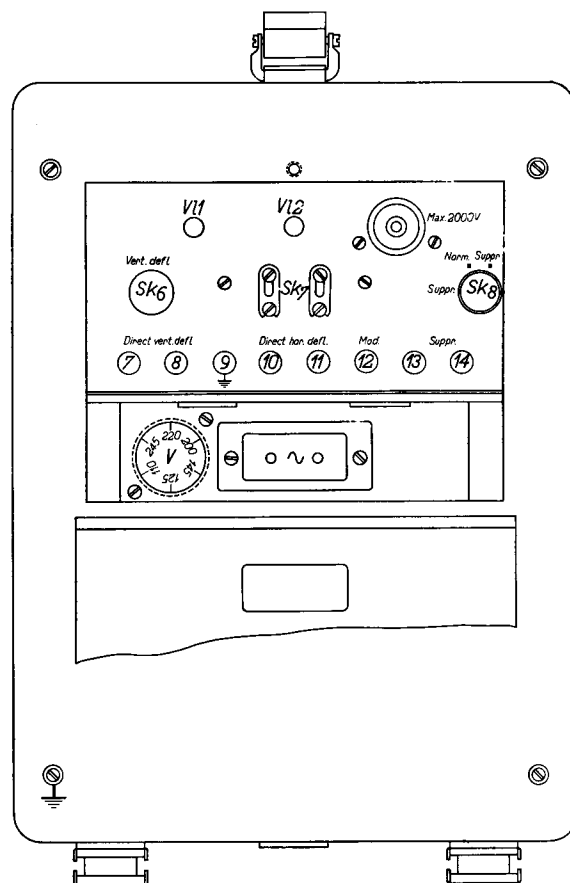

Fig. 9. Rückansicht (Klappe geöffnet)
**Erde** - Die grosse Rändelmutter „ $\frac{1}{2}$ “ (Fig. 9), an der Rückseite, ist mit einer zuverlässigen Erdleitung zu verbinden. Erst danach darf die Verbindung mit dem Netz erfolgen.
Die Senkrechtblenklplatten können durch Herausziehen des Ablenkungsschalters  $Sk_6$  direkt an die Klemmen  $Bu_7$  und  $Bu_8$  (s. Fig. 9) angeschlossen werden. Über Eingangsspannung, Eingangswiderstand und Empfindlichkeit dieser Klemmen siehe unter „Technische Daten“.
In diesem Falle müssen die beiden Anschlussstreifen  $Sk_7$  auf der Rückwand, die die Platten der Kathodenstrahlröhre mit dem Zeitgerät verbinden, losgelöst werden (s. Fig. 9). Der Anschluss erfolgt an den Buchsen  $Bu_{10}$  und  $Bu_{11}$ .
Bei verschiedenen Vorgängen ist es ferner erwünscht, in dem Diagramm über eine Zeitmarke zu verfügen. Man kann hierzu eine gestrichelte Linie hervorbringen, wobei dann die zwischen den Strichen liegende Zeit bekannt ist. Man schliesst zwischen den Buchsen  $Bu_{12}$  und  $Bu_9$  (Erde) (Fig. 9) eine Wechselspannung mit Frequenz  $n$  an. Bei genügend grosser Amplitude (ca. 15  $V_{eff}$ ) wird der Elektronenstrahl  $n$  mal in der Sekunde unterdrückt, wodurch man ein gestricheltes Diagramm erhält.
2. Auch durch einen äusseren Schalter kann der Elektronenstrahl unterdrückt werden. Schalter  $Sk_8$  (s. Fig. 9) wird in die Stellung „Suppr.“ gebracht, der äussere Schalter kann alsdann zwischen den Klemmen  $Bu_{13}$  und  $Bu_{14}$  auf der Rückwand angeschlossen werden.